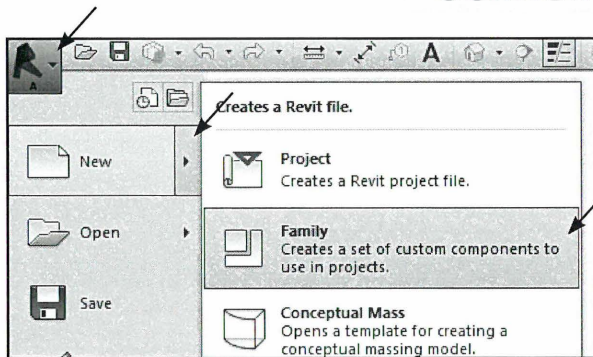

Fig. 04.01. Application Menu - New - Family.
- Klik på *Application Menu - New - Family* (Fig. 04.01).